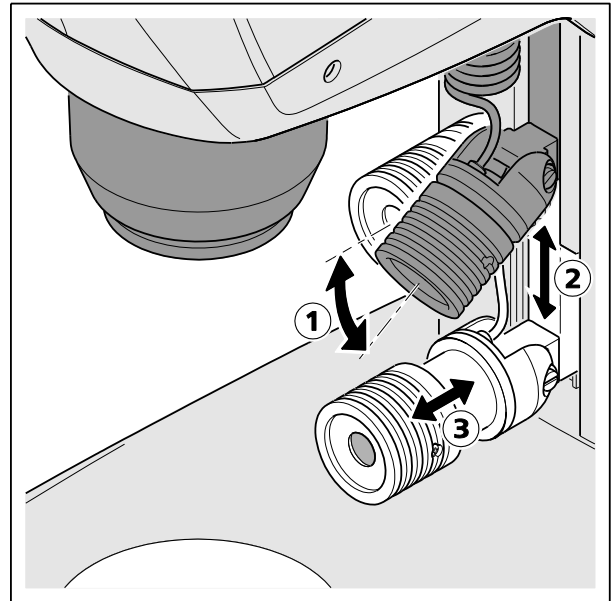

Abb. 15 Spot-Leuchte einstellen
- Die Spot-Leuchte in der Führung auf die gewünschte Höhe (Abb. 15/2) schieben.
- Den Winkel (Abb. 15/1) mithilfe der Kippvorrichtung der Spot-Leuchte so einstellen, dass das Objekt optimal beleuchtet wird.
- Die Größe und Helligkeit des Spots durch axiale Verschiebung der Fokussiereinheit (Abb. 15/3) (Beleuchtungszoom) anpassen.